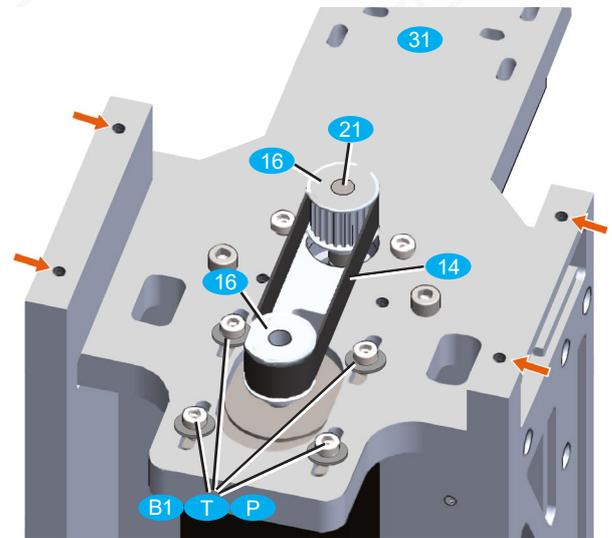

Bild 46: Z-Antrieb
- Abdeckung Zahnriemen Z **3** (ohne Abbildung) mit Flachkopfschrauben M4x6 **J1** auf den Z-Aussteifungen links und rechts verschrauben (rote Pfeile in Bild 46).